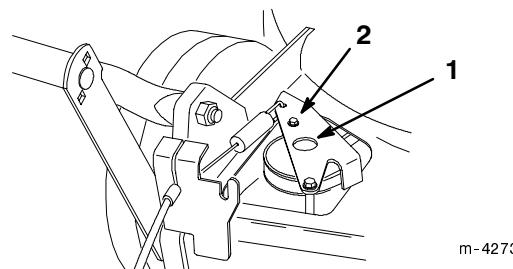

Figure 25
- Pousser le support de traction vers le bas jusqu'à ce qu'il touche la tondeuse, et le maintenir dans cette position (Fig. 25).